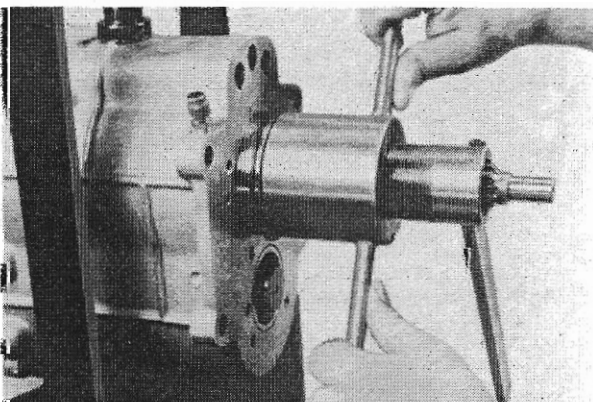

Abb. 56
3. Der Unterschied der beiden festgestellten Maße abzüglich 0,6 mm für das Axialspiel des Synchronringes 4. Gang ergibt die Dicke der Ausgleichsscheibe (202), die unter das Kugellager (204) gelegt werden muß. Die Scheibe ist in den Dicken von 1,0; 1,1; 1,2 und 1,3 mm vorhanden.
4. Ausgesuchte Anlaufscheibe über die Antriebswelle streifen. Kugellager mit Aufdrückvorrichtung 5 bis zur Anlage auf die Antriebswelle und in das Gehäuse pressen (Abb. 56).